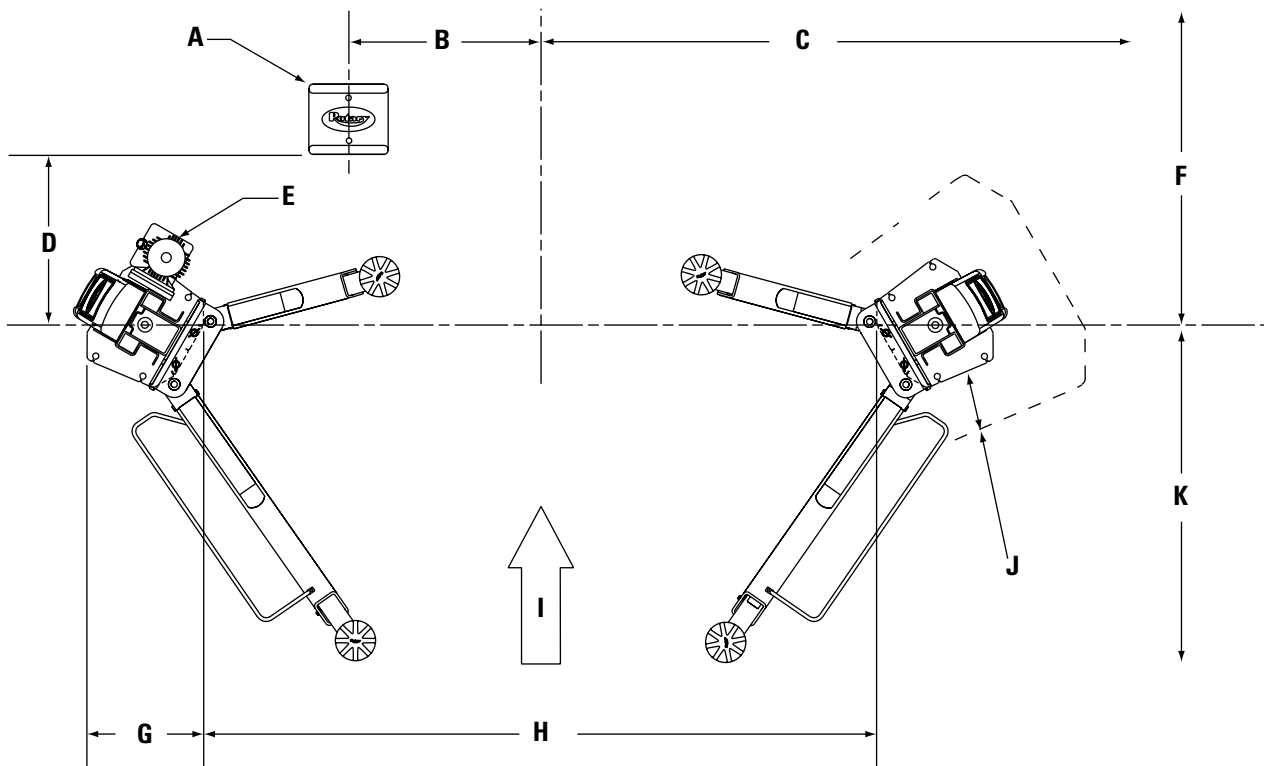

Abb. 1a
1. Hebebühnen-Aufstellort: Falls vorhanden, bei Platzierung der Hebebühne den Bauplan des Architekten verwenden. Die Abb. 1a, 1b oder 2a, 2b stellt die Abmessungen eines typischen Arbeitsbereichs dar.
5. Aufstellen der Hebebühne: Die Säulen mit den in Abb. 1a, 1b oder 2a, 2b angegebenen Abmessungen im Arbeitsbereich positionieren. Wenn die Säule auf dem Boden liegt, können zwei Personen das obere Ende der Säule anheben und damit auf die Grundplatte zugehen. Während die Säule vertikal aufgerichtet zu ihrem Aufstellungsort gebracht wird, begibt sich eine der beiden Personen an die entgegengesetzte Seite der Säule und hilft dabei, die Säule langsam flach auf ihre Basis zu stellen. Beide Säulengrundplatten-Rückteile müssen rechtwinklig auf der Mittellinie der Hebebühne liegen. In beide Grundplatten sind Kerben geschnitten, um die Mittellinie der Hebebühne anzugeben. Schlitten mit entsprechender Ausrüstung in die erste Klinkenposition heben. Sicherstellen, dass die Sperrklinke eingerastet ist.